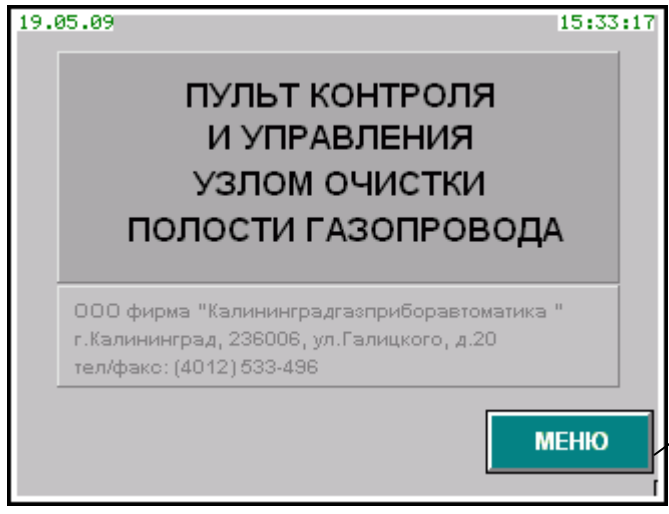

Рисунок 2.2 – Информационное окно
2.2.8 В исправном состоянии программная загрузка пульта с момента включения должна длиться не более 10 с. За это время панель оператора АН передаст начальные конфигурационные данные процессорной плате АР1. Затем информационное окно (рисунок 2.2) сменит окно загрузки проекта.
Нажатие кнопки «Меню» (рисунок 2.2, позиция 1) вызовет основное меню работы (рисунок 2.3).